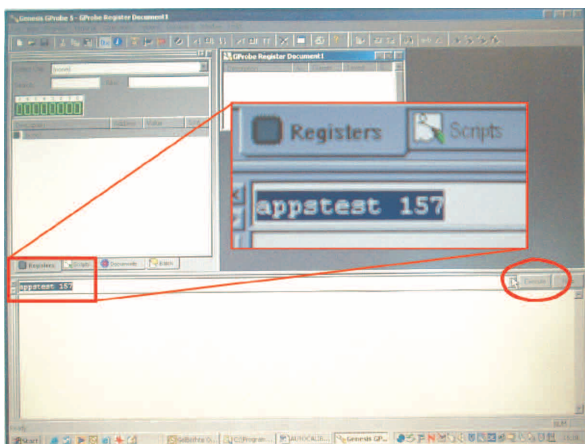

Fig. 1
- In das Eingabefeld klicken, mit den Cursor-Tasten (up und down) den Befehl "**appstest 157**" auswählen und mit Taste "Execute" starten (Fig.1).
- Mit dem "Mauszeiger" in das Eingabefeld klicken (Fig.1), mit den Cursor-Tasten (up und down) den Befehl "**appstest 34**" auswählen und mit Taste "Execute" starten. Während des Abgleichs werden die Einstellungen am PC angezeigt.
- Click to the input field and select via the cursor buttons (up and down) the "**appstest 157**" command. Start the command with button "Execute" (Fig.1).